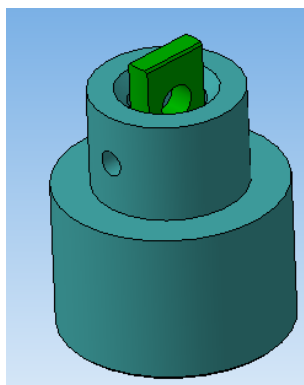

Рисунок 58.
8. В результате получается сборка (рисунок 58).